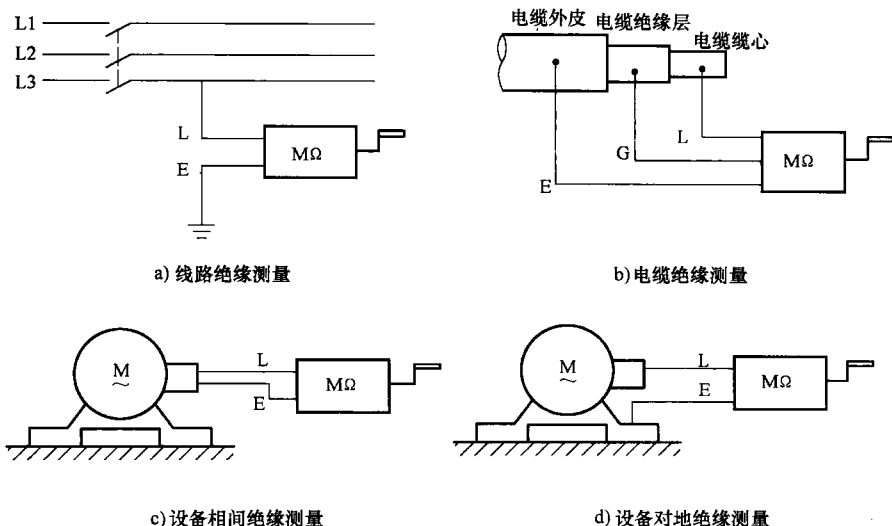

图 1-12 绝缘电阻表接线
(1) 选用符合电压等级的绝缘电阻表。一般情况下, 额定电压在 500V 以下的设备, 应选用 500V 的绝缘电阻表; 额定电压在 500V 以上的设备, 选用 1000 ~ 2500V 的绝缘电阻表。
(2) 测量只能在设备不带电, 也没有感应电的情况下进行。
(3) 测量前应将绝缘电阻表进行一次开路 and 短路试验, 检查绝缘电阻表是否良好。将两连接线开路, 摇动手柄, 指针应指在“ ∞ ”处, 再把两连接线短接一下, 轻轻摇动手柄指针应指在“0”处, 指针指零时要立即停摇, 若继续摇动, 绝缘电阻表可能会因表内线圈过热而损坏。符合上述条件者为良好, 否则不能使用。
(4) 测量绝缘电阻时, 一般只用“L”和“E”端, 但在测量电缆对地的绝缘电阻或被测设备的漏电流较大时, 就要使用“G”端, 并将“G”端接屏蔽层或外壳。接线如图 1-12 所示。